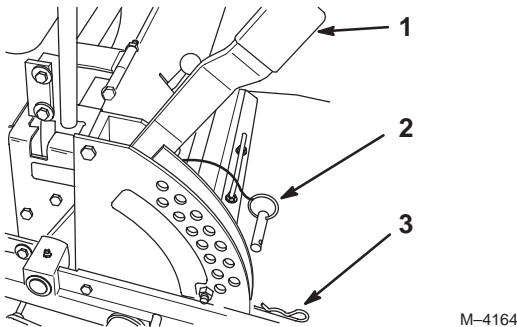

Figure 19
1. Relevez le levier de sélection de hauteur de coupe en position de transport (qui correspond aussi à la hauteur de coupe de 127 mm) (Fig. 19).
2. Pour changer de hauteur de coupe, retirez la goupille fendue et l'axe de chape du support de hauteur de coupe (Fig. 19).
3. Placez l'axe de chape dans le trou du support correspondant à la hauteur de coupe voulue (Fig. 19).
4. Fixez l'axe de chape avec la goupille fendue (Fig. 19).